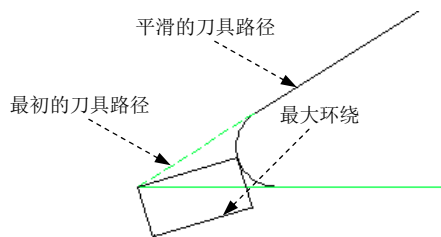

图 11.10.5 最大环绕距离
- ☒ **最大环绕** 文本框：用于定义最初计算位置的刀具路径与平滑的刀具路径间的最大距离（图 11.10.5），此值一般为最大切削间距的 25%。